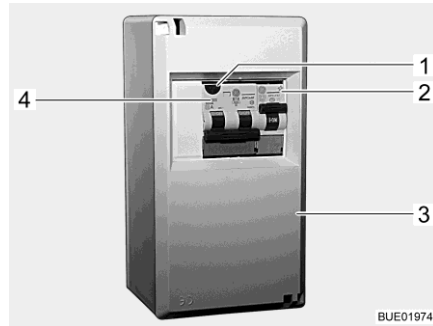

Fig. 194 Scatola dei fusibili a 230 V
Un interruttore di sicurezza per correnti di guasto combinato (Fig. 194,4) nella scatola dei fusibili (Fig. 194,3) protegge l'intero veicolo da correnti di guasto (0,03 A).
Per veicoli con accessori opzionali (p. es. l'impianto di climatizzazione) un ulteriore interruttore di sicurezza (10 A) (Fig. 194,2) protegge l'apparecchio.
- Se il veicolo è collegato all'alimentazione a 230 V, premere il tasto di controllo (Fig. 194,1). L'interruttore di sicurezza per correnti di guasto deve scattare.